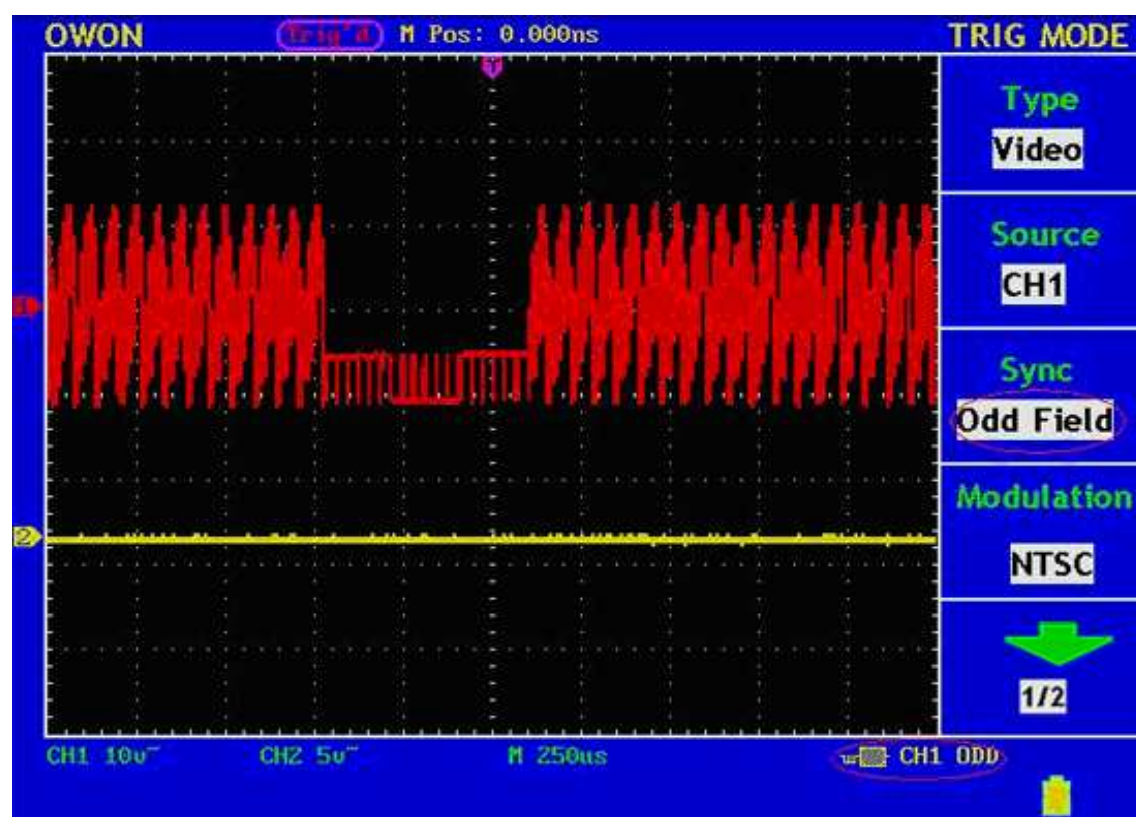

Fig. 33 奇数フィールドでトリガされた波形
6. もう一度 F3 ボタンを押して、スロープの Odd field を選択してください。画面では Fig.33